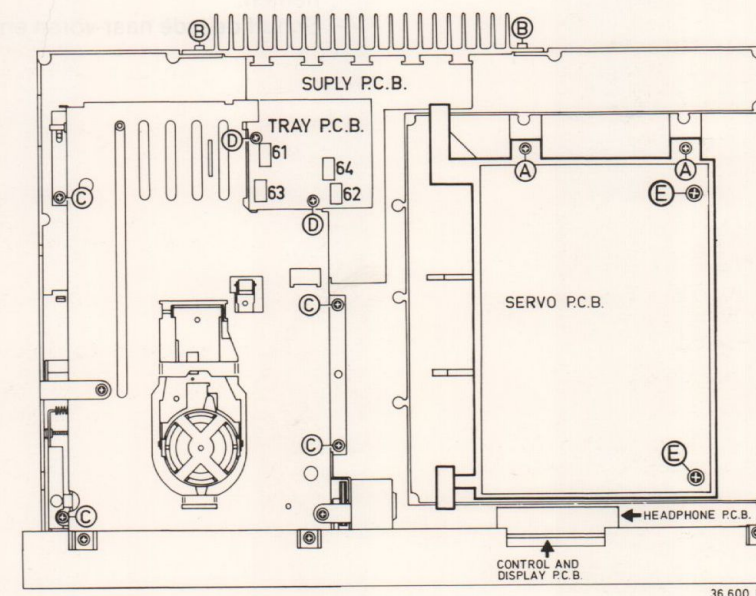

Fig. 3a
- Verwijder de 2 schroeven B (zie Fig. 3a).
SERVICEN VAN DE SERVOPRINT EN DE DEKODEER-PRINT (zie Fig. 3a)
- Verwijder de 4 schroeven C (zie Fig. 3a).